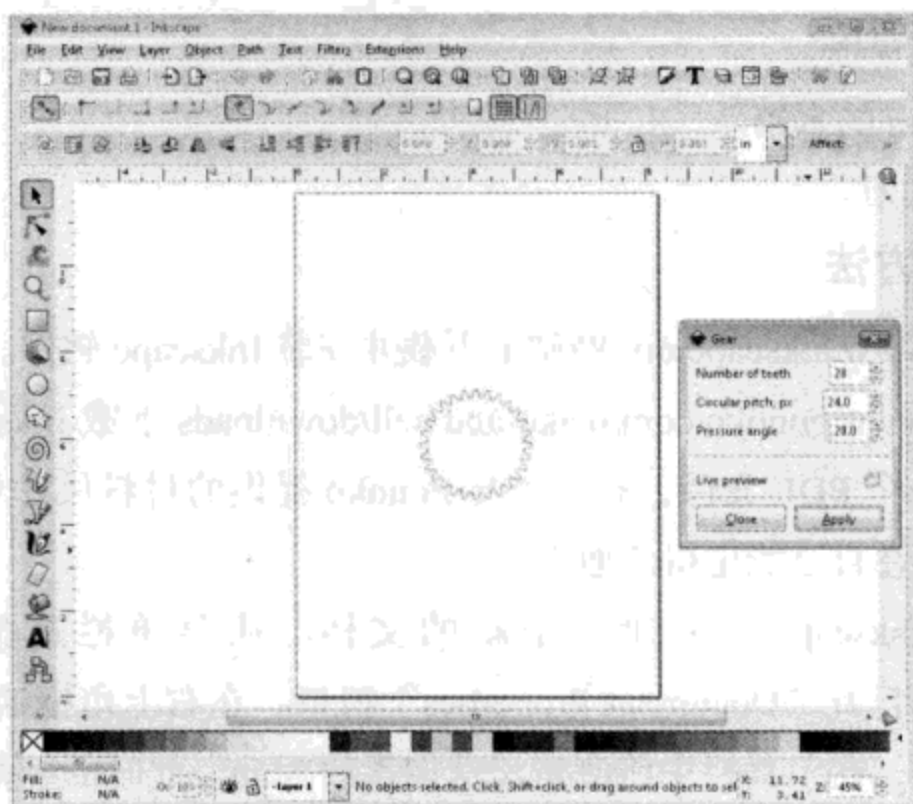

图7.29 在Inkscape中用齿轮工具
- (4) 从菜单栏选择“Extensions / Render / Gear”，会出现一个小的齿轮窗口，这个窗口有 3 个选项：齿数；径节，px；压力角。把压力角设为 20.0，因为 20° 是现有齿轮的标准尺寸。把其他选项设为需要的值。在图 7.29 中，我选择的齿数为 28，径节是 24。单击“Apply”，然后单击“Close”。
- (5) 因为要创造 1 个配合齿轮，所以要重复第 (3)、(4) 步，再画至少 1 个齿轮。我画的第 2 个齿轮的齿数是 14。